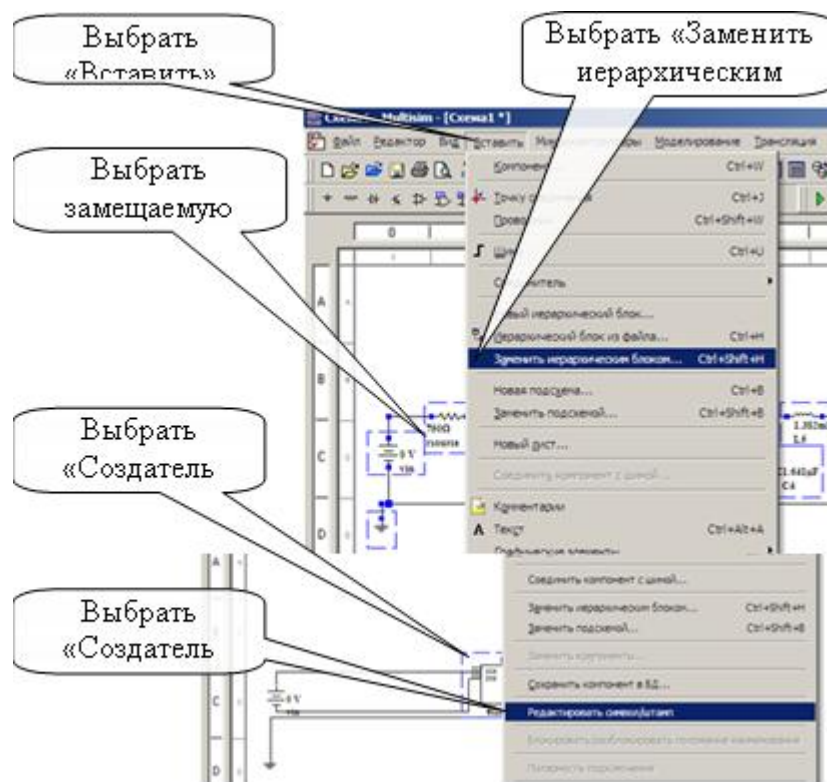

Рис.12. Схема замены схемы фильтра иерархическим блоком
– выделить, как показано на рис. 12, замещаемую часть схемы (исключая источник, нагрузку и заземление), выбрать в меню опцию «Вставить» и в выпадающем списке выбрать команду «Заменить иерархическим блоком»;